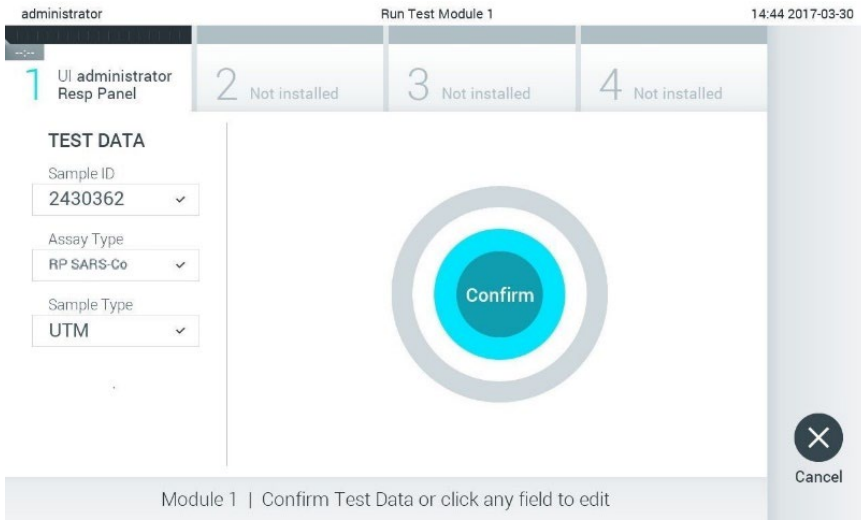

Figure 47. Confirmation de la saisie des données.
10. Appuyez sur Confirm (Confirmer) lorsque toutes les données affichées sont correctes. Si nécessaire, sélectionnez le champ correspondant pour modifier son contenu ou appuyez sur Cancel (Annuler) pour annuler le test (figure 47).